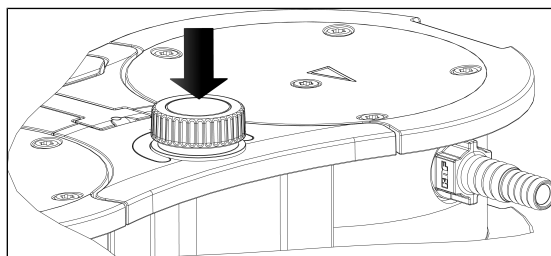

Fig. 6: Attivazione e disattivazione della pompa tramite pulsante/manopola
- Attivare la pompa premendo il pulsante/manopola (vedere Fig. 6).